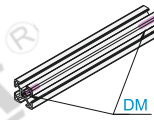

Рисунок 2
- AOB05-3030-L800-LE-Z5-A300-B80-LD-Z5-A200-B200 (рисунок 2)